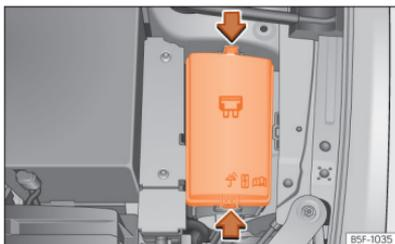

Abb. 231 Im Motorraum: Abdeckung des Sicherungskastens.
- Verriegelungstasten drücken, um die Abdeckung des Sicherungskastens »» » **(Abb. 231)** zu entriegeln.